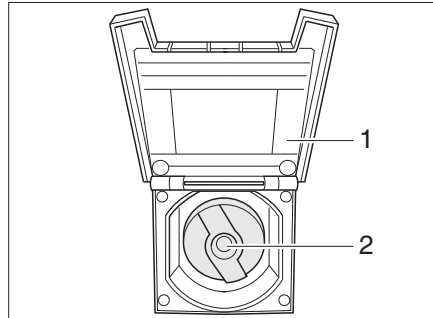

Fig. 257 Tapa de cierre para el tubo de llenado de agua potable
- Abrir la tapa (Fig. 257,1) para el tubo de llenado de agua potable.
- Introducir la llave en el cilindro de cierre (Fig. 257,2) y girarla un cuarto de vuelta en sentido contrario a las agujas del reloj.
- Abrir el tubo de llenado de agua potable (Fig. 257).